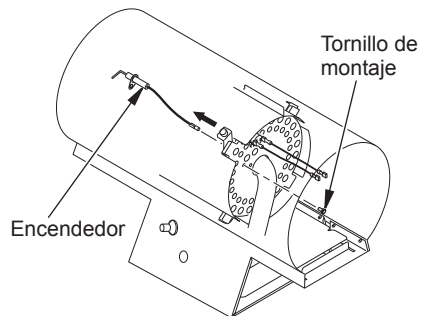

Figura 11. Extracción del tornillo de montaje del encendedor y el encendedor
3. Quite de la cabeza posterior el tornillo de montaje del encendedor utilizando un destornillador para tuercas o un destornillador convencional (consulte la figura 11).